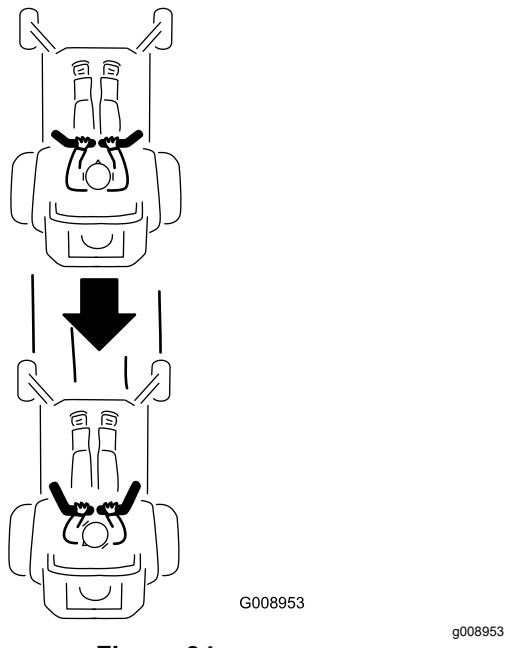

Figura 34
2. Para andar para trás, puxe as alavancas de controlo do movimento lentamente para trás (Figura 34).